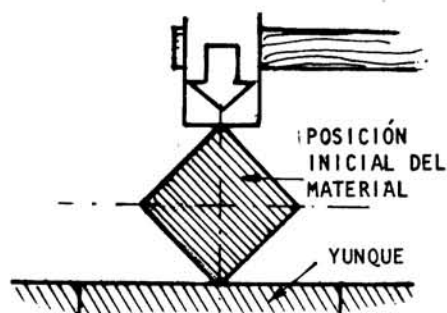

Fig. 1
- ___ b Apoye la barra sobre una arista y comience a golpear sobre la arista opuesta, aplanando ligeramente la cara golpeada y la que apoya en el yunque (fig. 1).